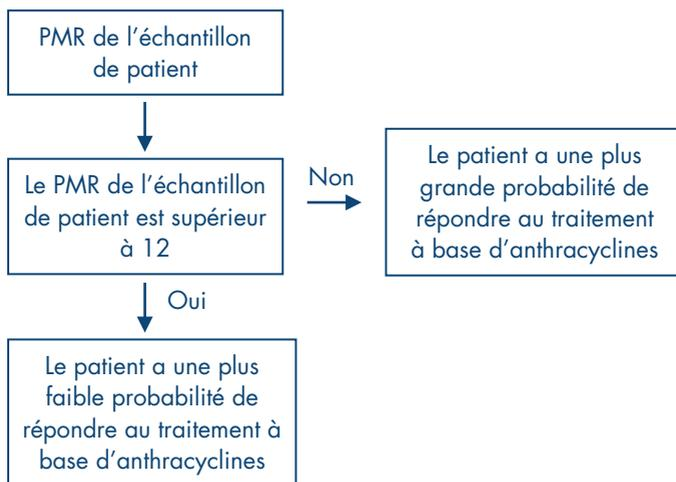

Figure 16. Interprétation des résultats de PMR d'échantillons de patients pour le kit *therascreen* PITX2 RGQ PCR.
traitant afin de savoir si le patient est susceptible de répondre à la chimiothérapie à base d'anthracyclines. Si le PMR obtenu est égal ou inférieur à 12, le patient est susceptible de répondre à la chimiothérapie à base d'anthracyclines. En revanche, si le PMR obtenu est supérieur à 12, un traitement alternatif peut être proposé, puisque le patient a une plus faible probabilité de répondre à la chimiothérapie à base d'anthracyclines (Figure 16).
* L'interprétation du résultat de PMR valide pour l'échantillon de test a déjà été expliquée (voir Figure 16).